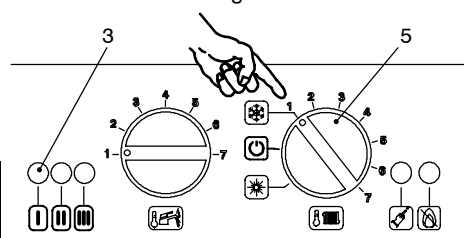

fig. 6.5
- 17 Ruotare il selettore di funzione 5 come in fig. 6.5